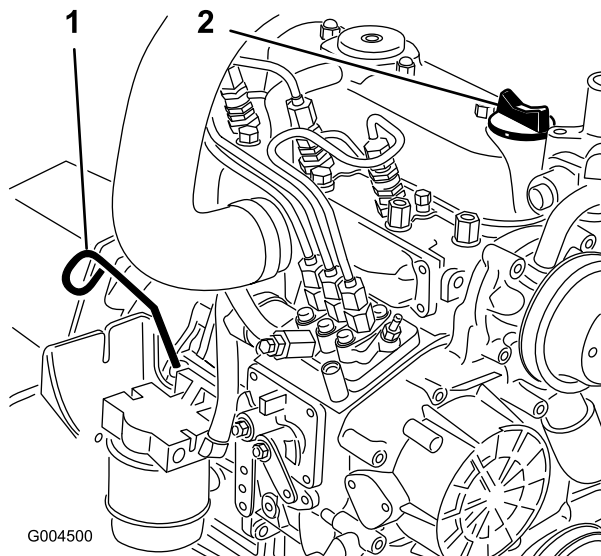

Figura 44
2. Retire la varilla (Figura 44), límpiela, y vuelva a colocarla. Retire la varilla y compruebe el nivel de aceite.
3. Si el nivel de aceite está por debajo de la marca Lleno, retire el tapón de llenado (Figura 44) y añada aceite hasta que el nivel llegue a la marca Lleno de la varilla.